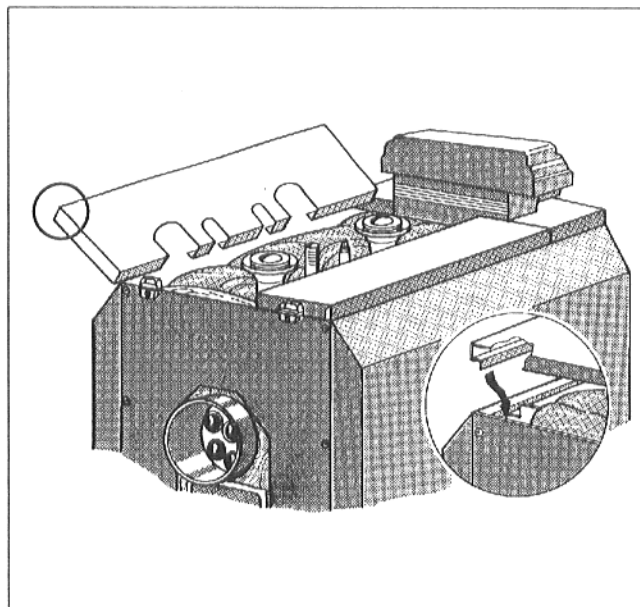

Рис. 22
- Установить левую часть кожуха, не закрепляя, на окантовку боковой и задней стенки и на окантовку передней части кожуха (Рис. 22).
- Установить правую часть кожуха с вырезами для присоединительных штуцеров на окантовку боковой и задней стенки, а также на окантовку левой и передней части кожуха (Рис. 22).